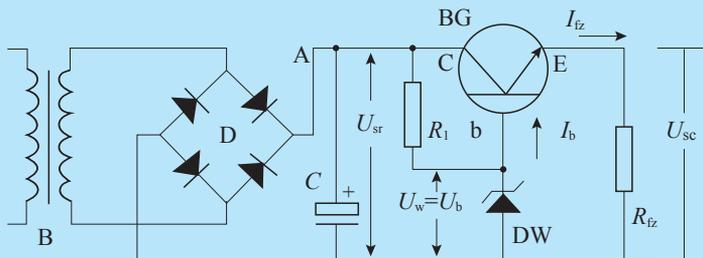

图 1-29 串联型稳压电路图
(1) 原理分析：电路如图 1-29 所示，三极管 BG 在电路中是调整元件，它很有“见机行事”的本领，每当由于供电或用电发生变化，电路输出电压波动欲起时，它都能及时地加以调节，使输出电压保持基本稳定，因此它被称作调整管。因为在电路中作为调整元件的三极管是与负载相串联的，所以这种电路叫串联型稳压电路。稳压管 DW 为调整管提供基准电压，使调整管基极电位不变。 $R_1$  是 DW 的保护电阻，限制通过 DW 的电流，起保护稳压管的作用。 $R_L$  是负载电阻，是 BG 的直流通路。
(2) 电路图，如图 1-29 所示。